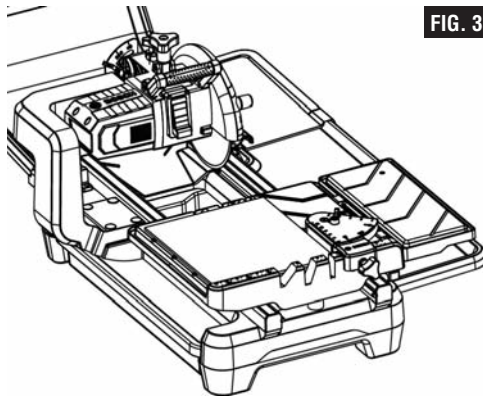

FIG. 33
6. En plaçant les mains fermement sur le guide longitudinal et le carreau en même temps, faites glisser doucement la table de travail coulissante en direction de la lame afin de mettre lentement le carreau en contact avec la lame. Puis continuez à pousser jusqu'à ce que la lame ait fini de couper le carreau (Fig. 33).